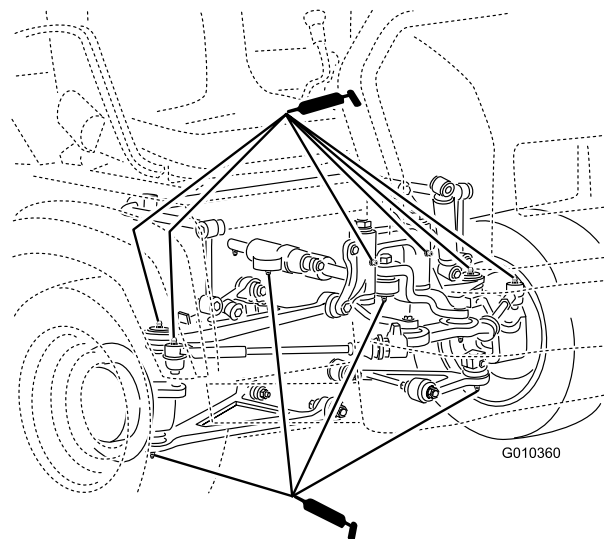

Figura 48
- **Articulaciones esféricas** (4); consulte Figura 48
- **Soportes de giro**(2); consulte Figura 48
- **Cilindro de dirección** (2); consulte Figura 48
- **Tirantes** (2); consulte Figura 48